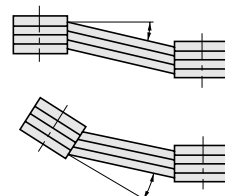

図5
(3) Vベルトを使用する場合
- ・両プーリー間の平行度偏心度は $20'$ 以内としてください。(図5参照)